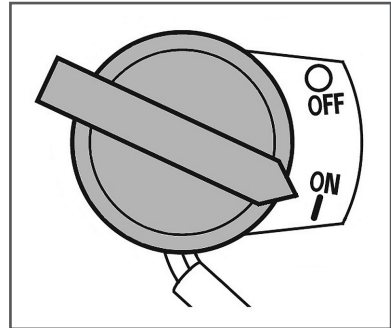

Рис. 13 Выключатель зажигания
6. Выключатель зажигания переведите в положение «ON» (Включено) (Рис. 13).
жигания двигателя в положение «OFF» (Выключено) (Рис. 13).
4. Переведите выключатель зажигания в положение «OFF» (Выключено) (Рис. 13).